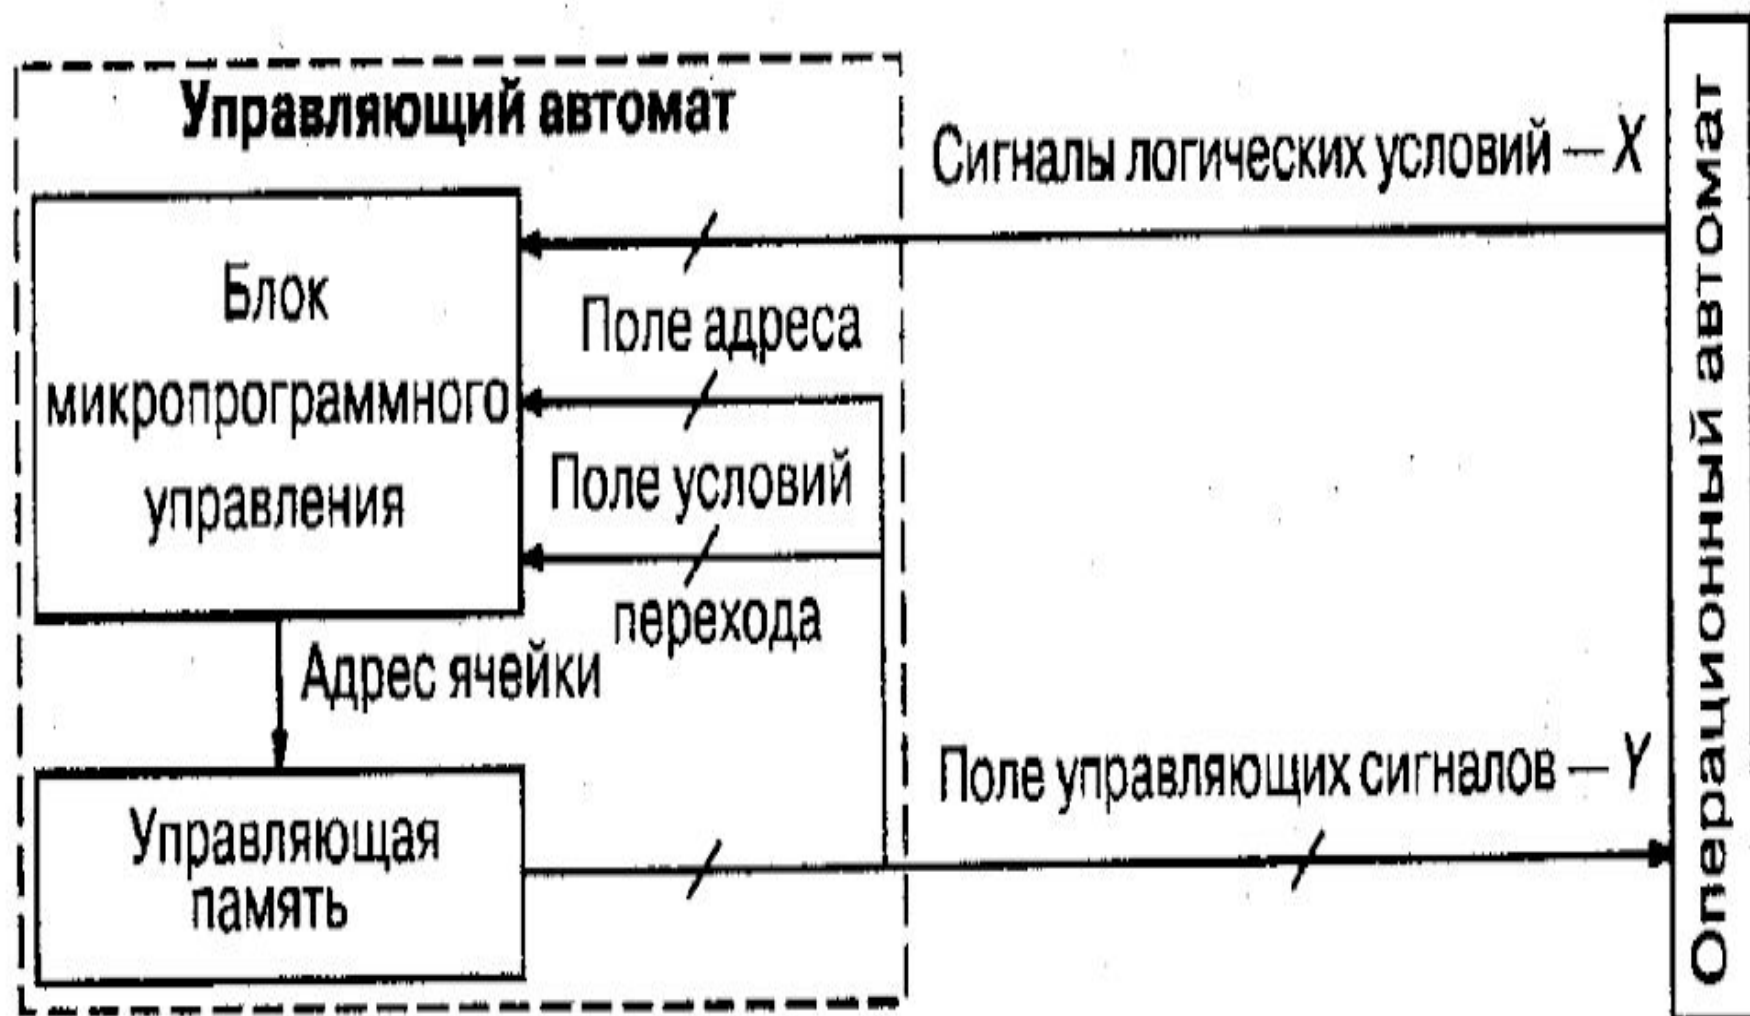

Рис. 15.4.1. Структура управляющего автомата с программируемой логикой
- Для построения схем ОА и УА а должны быть заданы их функции в виде перечня выполняемых действий. Функции операционного автомата заданы, если определены множества D, R, S, Y, X . Функции УА задаются операторной схемой алгоритма (микропрограммой) с использованием множеств Y, X . Это может быть граф-схема алгоритма, которая устанавливает порядок проверки логических условий (X) и порядок следования управляющих сигналов
- Обобщенная структура УА изображена на рис. 15.4.1 и включает в себя помимо управляющей памяти блок МКПРУ, основная функция которого состоит в формировании адреса следующей МКК.